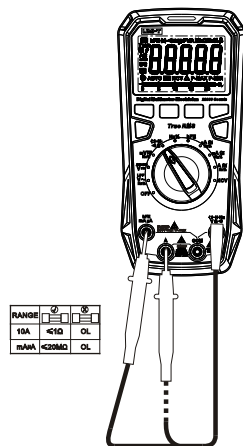

图 18a
- 利用电阻测量功能档可自检内置1A和10A保险丝。具体操作见(图18a), 将红色表笔插入  $\frac{10}{100}Hz$  (UT61B+/UT61E+) 或  $\frac{10}{100}Hz$  (UT61D+) 输入端口, 表笔尖插入“mA uA”输入端口测量阻值, 若显示屏显示“OL”, 则1A保险丝熔断。将红色表笔尖插入“A”输入端口测量阻值, 若显示屏显示“OL”, 则10A保险丝熔断。